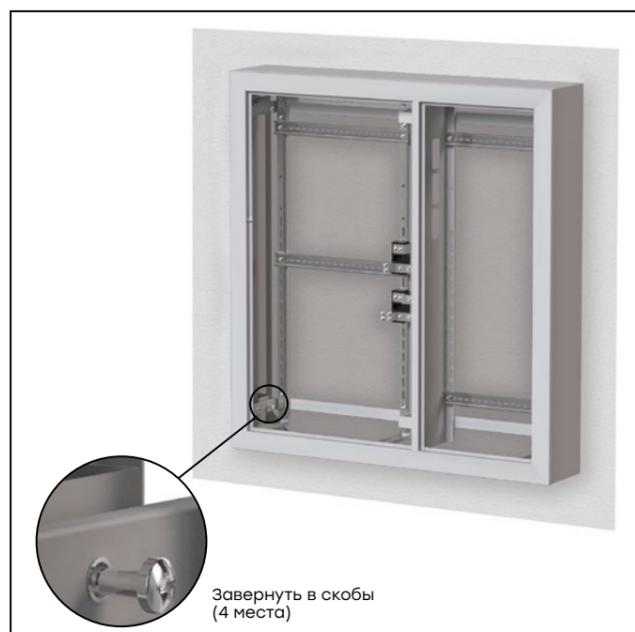

Рис. 9
3.2 Вставьте корпус в Кожух щита этажного и закрутите болты M8x50, установленные в корпусе щита, в отверстия П-скоб Кожуха щита этажного (Рис. 9).